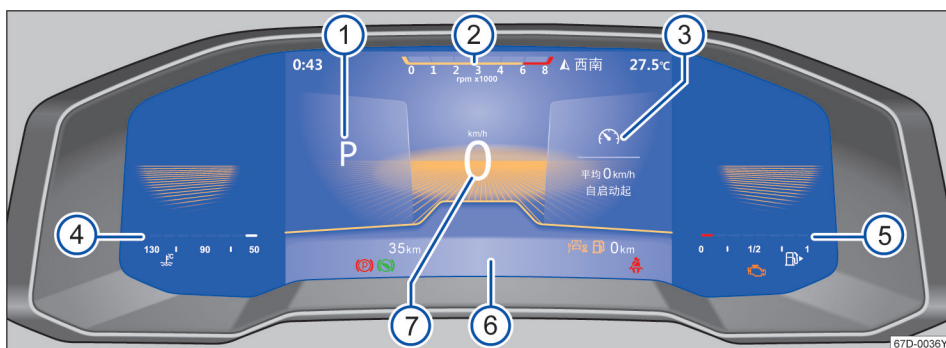

图 10 数字液晶仪表
→ 图 10 是双菜单模式，屏幕左右两侧有两个菜单，可通过多功能方向盘的左右键进入菜单选择。
视汽车装备而定，在显示屏→图 10⑦中可以显示不同的信息：